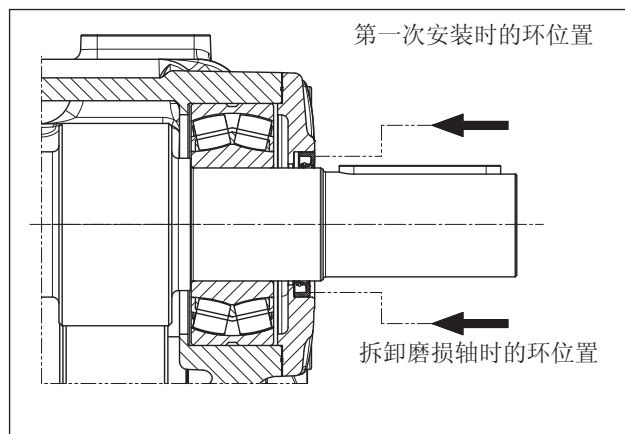
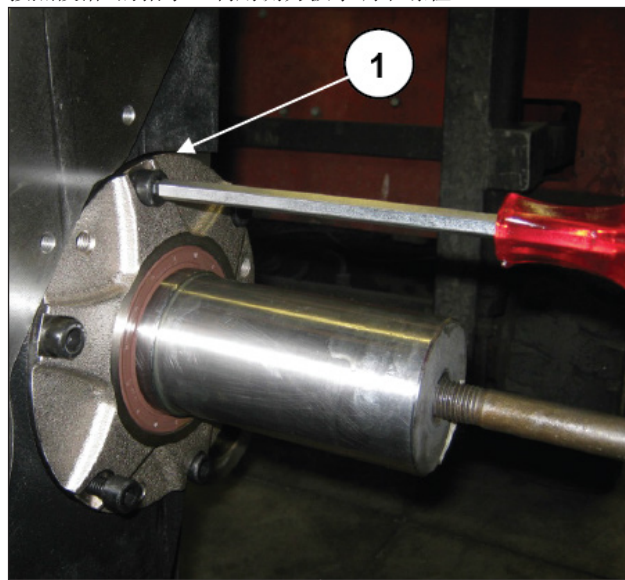

图 118
图 119
在两侧安装密封圈和PT0轴承盖并拧紧M10固定螺钉①, 图 118 - 图 119)。